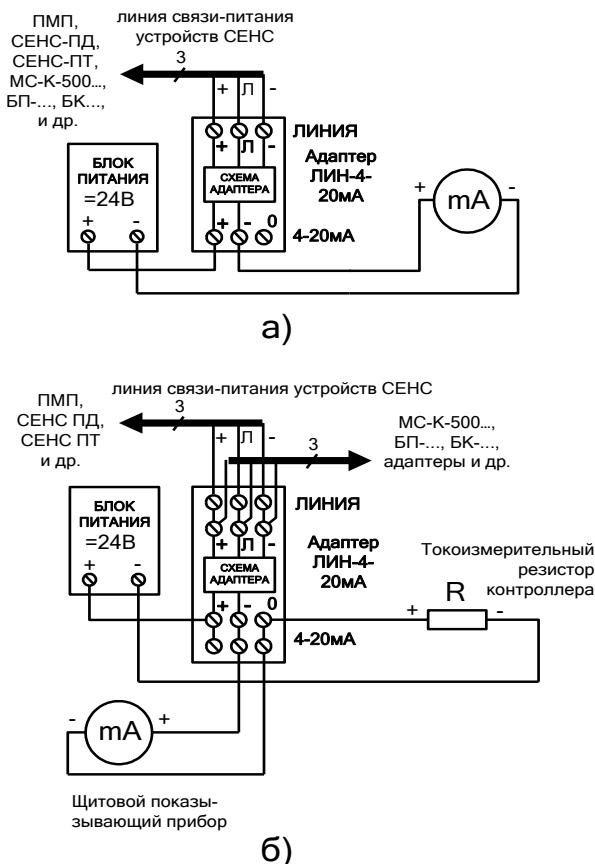

Рисунок 2. Схемы подключения:
служит для получения данных по линии связи-питания устройств СЕНС и преобразования значения заданного параметра в цифровой код (электропитание данной части осуществляется от линии устройств СЕНС). Вторая часть служит для преобразования цифрового кода в токовый сигнал 4-20 мА (электропитание – от отдельного источника, включаемого в цепь токовой петли – см. рисунок 2).
9.3 Подключить адаптер к оборудованию системы автоматики с использованием контактов «+», «-» контактной группы «4-20МА» (см. рисунок 2).
9.4 Подключить адаптер к линии СЕНС, присоединив кабель к контактам «+», «Л», «-» контактной группы «ЛИНИЯ» (см. рисунок 2).
Для проверки точности преобразования параметра следует собрать схему (см. рисунок 2), включить питание и выполнить следующее:
13.3.1 Собрать схему, содержащую адаптер, преобразователь (ПМП, СЕНС ПД или др.), два блока питания (один для питания линии СЕНС, второй – для питания токовой петли) и миллиамперметр (см. рисунок 2):